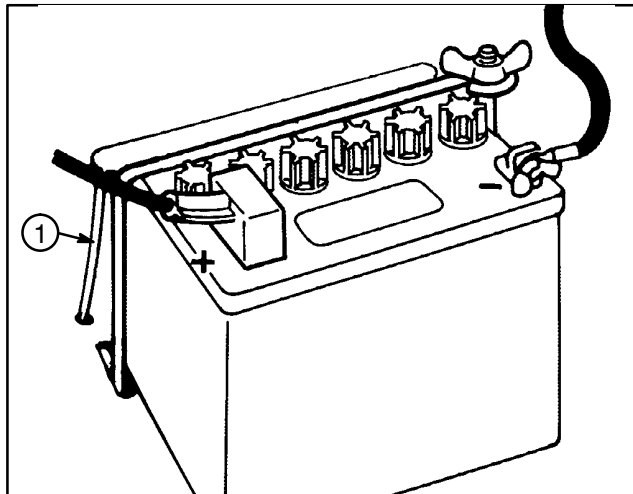

Abbildung 8
9. Die Batterie so einsetzen, daß die Klemmen hinten liegen und sich das Entlüftungsrohr auf der linken Seite der Batterie (durch das Loch im Rahmen) befindet (Abb. 8).
11. Das rote Plus-Kabel (Gummiüberzug am Poleende) am (+) Pluspol und das schwarze Minus-Kabel am (–) Minuspol der Batterie anbringen und mit Sechskantschrauben und Flügelmutter absichern. Den Gummiüberzug zum Vorbeugen gegen mögliche Kurzschlüsse über den Pluspol ziehen (Abb. 8).